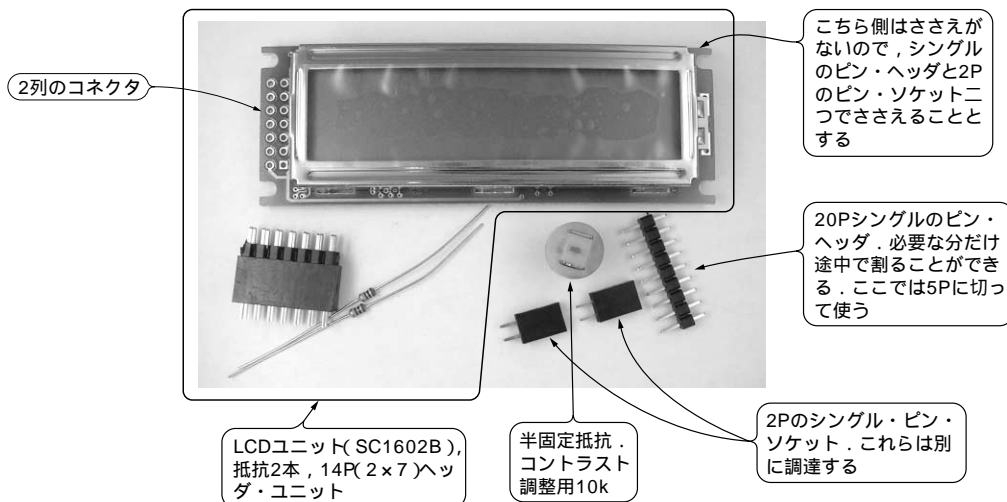

図9-1 LCDディスプレイのユニット(SC1602B)
アルファベットやカタカナのキャラクタを表示する用途としてLCDがよく使われていますが、中でも互換品も多く入手性の良い16桁2行のLCD①を接続してみます。秋月電子通商の通販などで入手できます(1000円で購入できた)。図9-1に示すように、SC1602B本体、基板と接続するための14P(2×7)のピン・ヘッダとソケット、バック・ライト^②供給のための抵抗2本がセットになっています。右側の支えがないので、シングル20ピンのピン・ヘッダと2Pのピン・ソケットで支えを作成しています。その